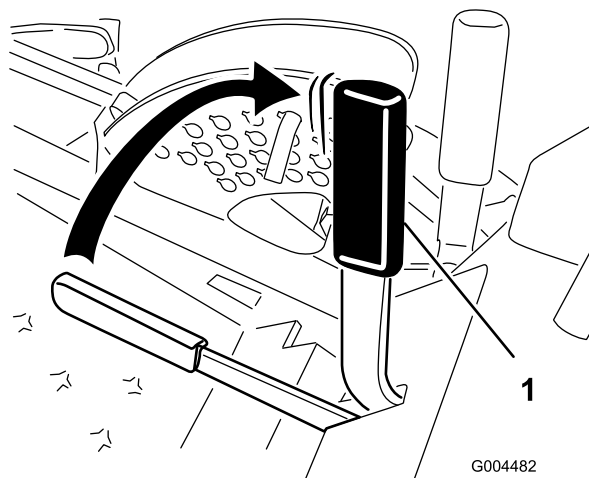

Figure 14
2. Tirez le frein de stationnement vers le haut et l'arrière pour le serrer (Figure 14). Une fois serré, le frein de stationnement ne doit plus bouger.
Poussez le levier du frein de stationnement vers l'avant et vers le bas (Figure 14) pour le desserrer.